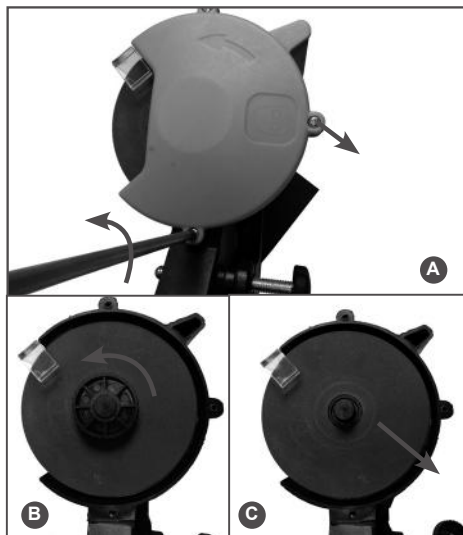

Рис. 11 Установка заточного диска
1. Открутите 3 шурупа и снимите защитный кожух (Рис. 11А).
2. Открутите прижимную гайку (Рис. 11В).
3. Снимите старый диск (Рис. 11С).